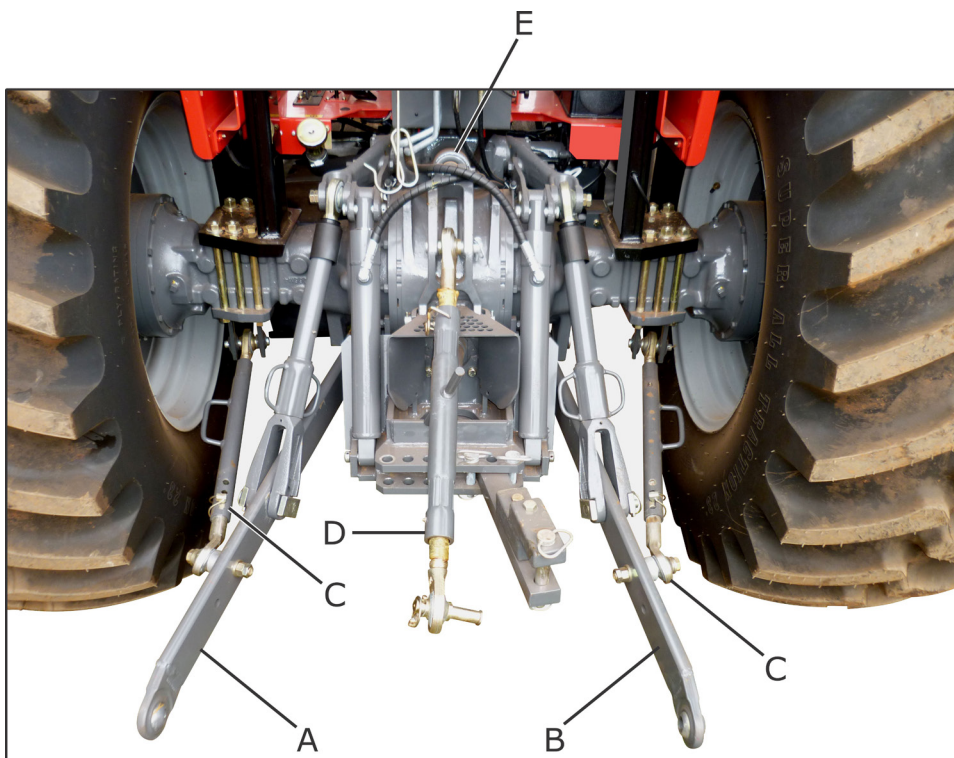
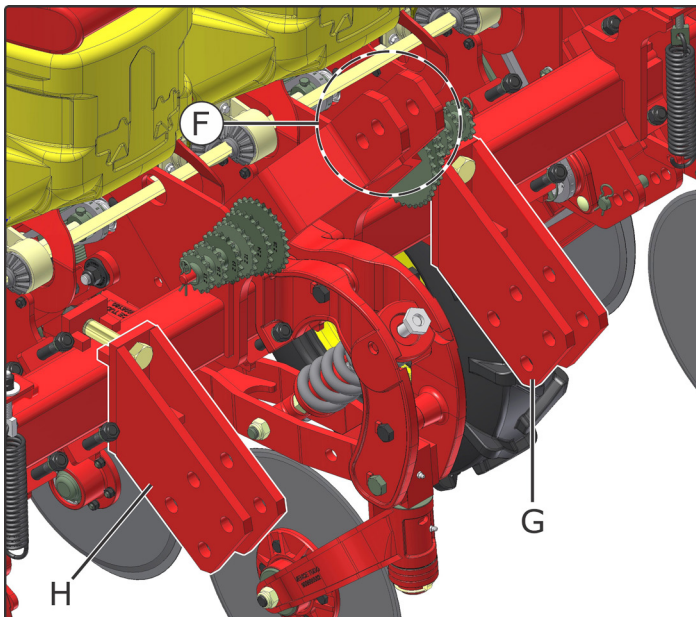

fig. 01
fig. 02
- 3- Realize o acoplamento do braço inferior esquerdo (A) (fig. 01), não regulável, no engate (G) (fig. 02) e fixe com o pino e trava de segurança;
- 4- Acople o braço terceiro ponto (D) (fig. 01) no ponto (F) (fig. 02), e utilize pino e trava de segurança para fixá-lo;
- 5- Faça o acoplamento do braço inferior direito (B) (fig. 01), regulável, no engate (H) (fig. 02) e fixe com pino e trava de segurança;
- 6- Após engatar a semeadora, centralize-a em relação ao meio do trator usando para o alinhamento os estabilizadores (C) (fig. 01) dos braços inferiores (A e B), verificando a distância dos mesmos em relação ao rodado do trator.
Verifique a posição de engate do braço terceiro ponto (D) (fig. 01) no trator para que a válvula de alívio não seja acionada. Faça a fixação do braço terceiro ponto (D) sempre na posição oposta a válvula de alívio, para que não ocorra desgaste no sistema hidráulico do trator.